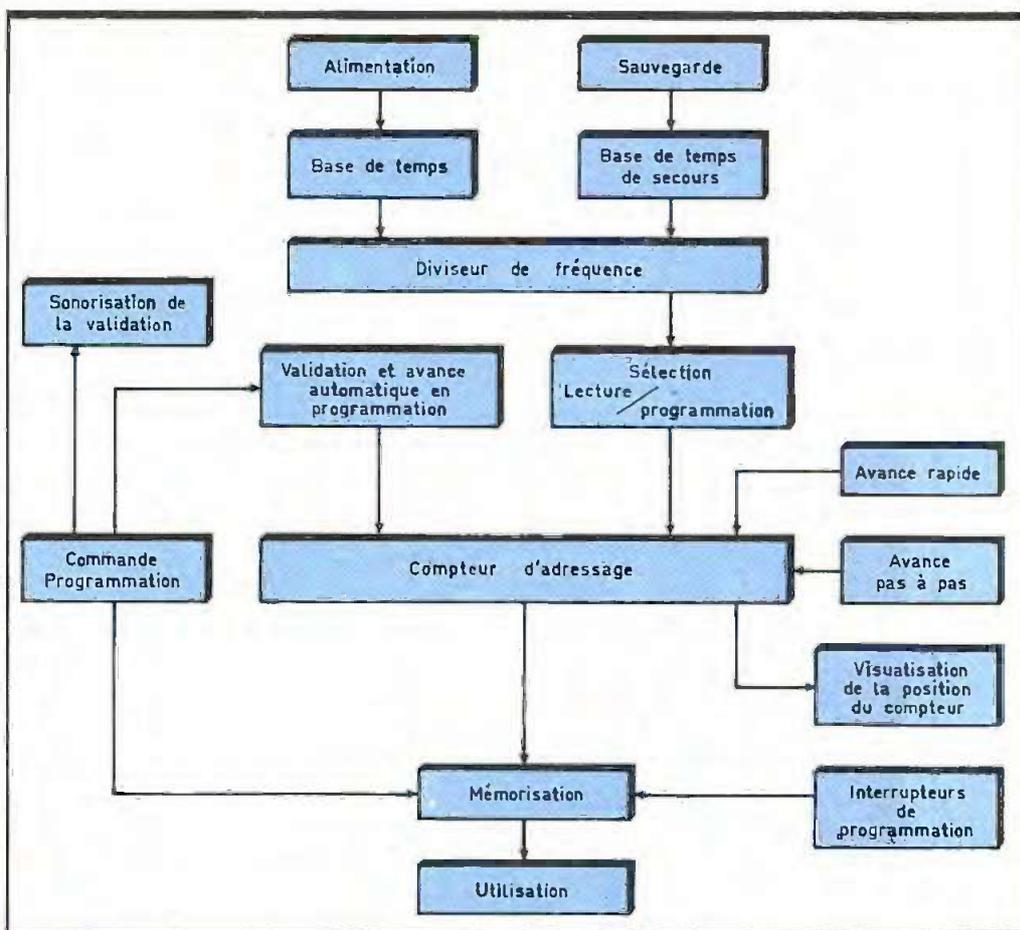

Fig. 1 Synoptique complet.
a) Le principe de fonctionnement (fig. 1)